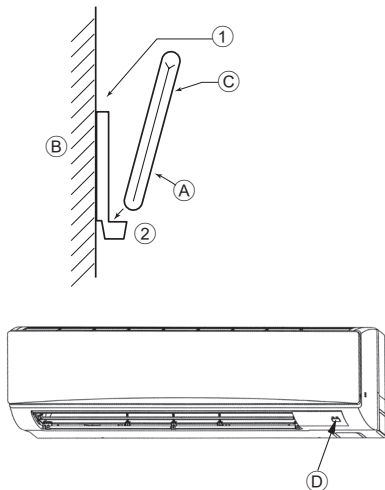

Fig. 6-2
2) Метод встановлення (Fig. 6-2)